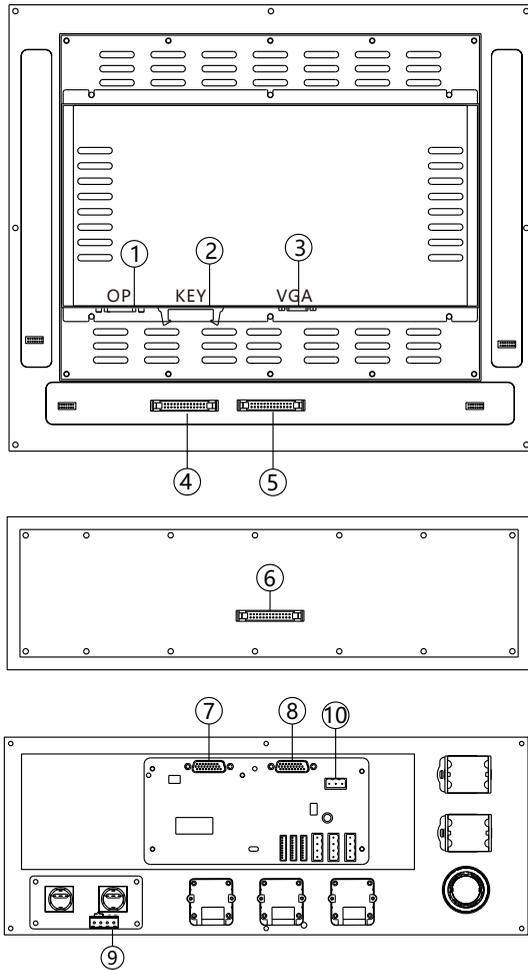

图2-1 OP面板和NC面板接口示意图
NC操作面板通过一块独立的电路板来实现电源按键的自锁功能，且面板在出货前已经将“系统启动”和“系统关闭”两个按键的线缆内部已连接好，若现场需要使用时，只需将图2-1中⑨号接口按照示意图功能自行接线连接即可以完成电源部分的正确接线，其中第一脚和第二脚连接24V电源，第三脚和第四脚可用于主机电源开关的控制。连接示意图如下：